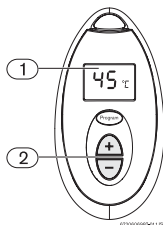

Fig. 8 Regolazione temperatura
- Premere i tasti  oppure  sul telecomando (Fig. 8, pos. 2) fino a visualizzare sul display del telecomando (Fig. 8, pos. 1) il valore desiderato (temperatura in gradi centigradi).